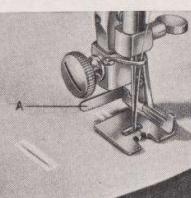

Fig. 26.
5. Ställ in längdmåttet på knapphålet (A fig. 26) för att markera önskad längd på knapphålet. Avståndet från nälen till längdmåttet bestämmer knapphålets längd.
2. Placera början av knapphålets markering under nälen med markeringen åt Er. Fäll ned pressarfoten och börja sy. Stanna när första raden av stygn når längdmåttet (A fig. 26).